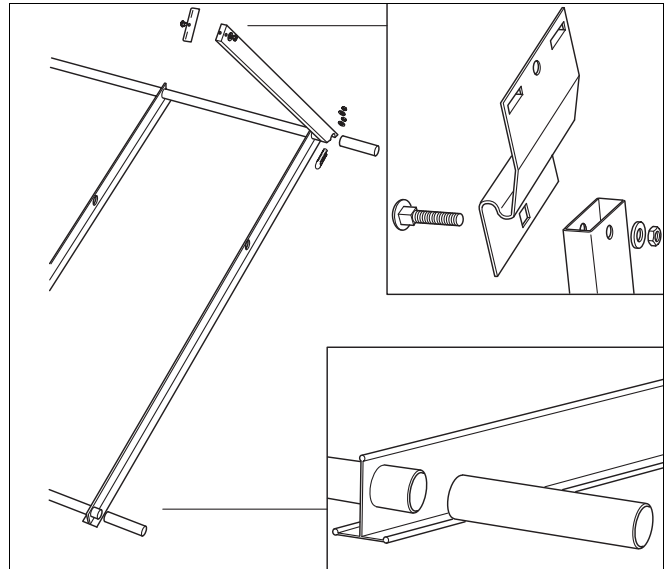

Abb. 11 Kollektorhalter verschrauben
- Obere Kollektorhalter mit den selbstsichernden Muttern und Schrauben (M 8 x 30) an die hinteren Stützen schrauben (Abb. 11).